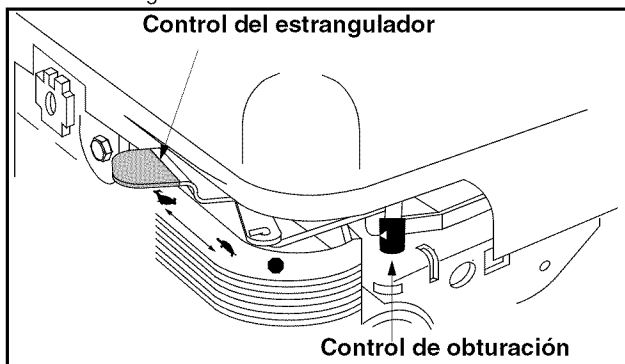

Figura 9
5. Mueva la palanca de control del estrangulador a la posición START/RUN (encendido / funcionamiento, representado por una liebre). Vea la Figura 9.
6. Mueva el control del obturador hacia el control del regulador para obturar el carburador del motor. (Si el motor está tibio la obturación puede no ser necesaria). Vea la Figura 9.